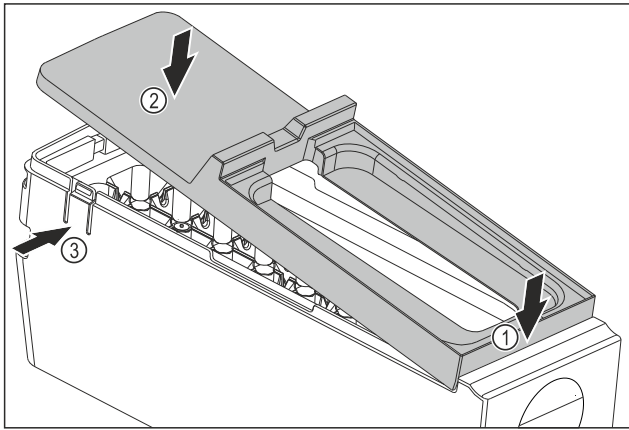

Fig. 175
- ▶ Montare la copertura del corpo dell'EasyTwist-Ice: Applicare la copertura sul davanti. Fig. 175 (1)
- ▶ Abbassare la copertura sul retro. Fig. 175 (2)
- ▶ La copertura si innesta in entrambe le linguette Fig. 175 (3) in modo udibile.